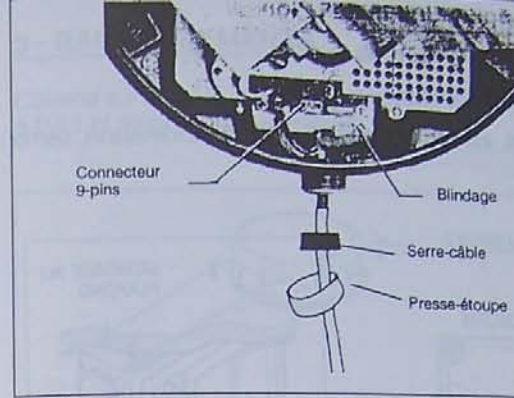

Fig. 5
6) En se référant à la figure 5, passer le câble dans le trou à l'arrière du radome. Passer le câble dans le serre-câble et le presse-étoupe, puis serrer le presse-étoupe. Mettre le blindage à la masse en utilisant une des vis du châssis.
8) S'assurer que le serre-câble du radome est positionné comme dans la figure 5. Repositionner le radome sur sa base, en prenant soin d'orienter la flèche vers l'avant du bateau. Puis fixer le radome avec les vis.